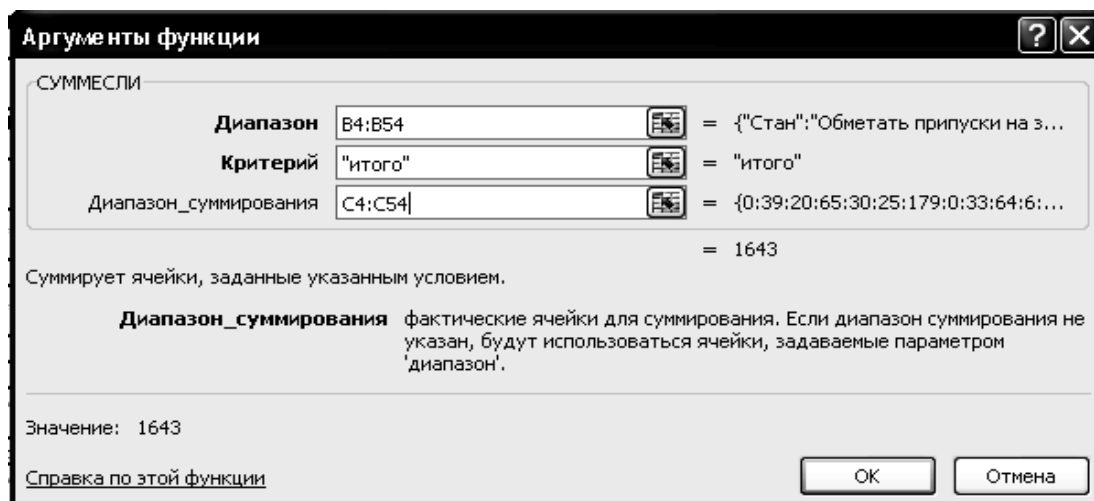

Рисунок 2.2 – Задание диапазонов
- задать требуемые диапазоны с клавиатуры либо при помощи мыши (рисунок 2.2): - диапазон – **B4:B54**;